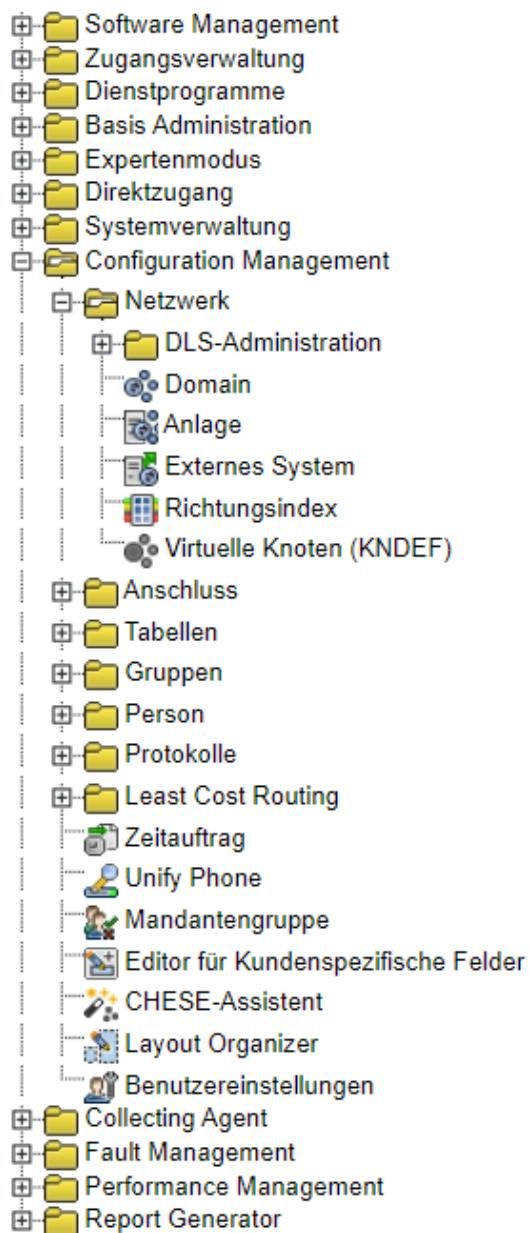

Figure 59: Domain in Configuration Management einrichten
- 3) Öffnen Sie im Fenster Domain das Menü Objekt und wählen Sie dort die Option Neu (siehe Bild 59).
- 4) Geben Sie in das Feld Domain (siehe Bild 59) einen eindeutigen Namen für die neue Domain ein. Dieser Domainname dient zur Gruppierung von Anlagen, zu denen der Zugang über dieselbe Querwahl-Kennzahl erfolgt (geschlossener Nummerierungsplan).